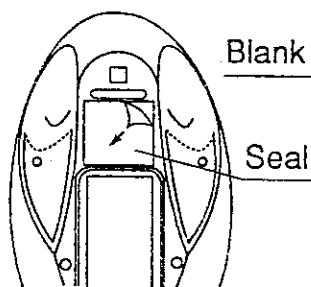

Fig. 6
Step 2 See Fig. 6. Remove seal.